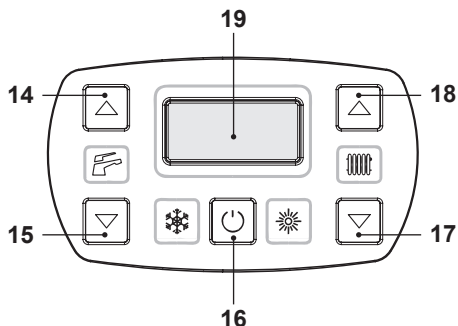
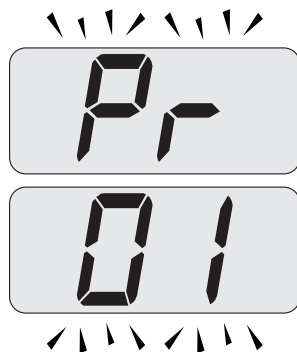

Figura 5.25
Figura 5.26
- Entrare in "modalità programmazione" premendo contemporaneamente per 10 secondi i tasti 16 - 17 - 18 (Figura 5.25) fino a far apparire sul display LCD le lettere **Pr** che si alternano con il codice **01**, indicanti l'entrata nel "parametro 01" (Figura 5.26).
- Premere contemporaneamente i tasti 16 e 17 (Figura 5.25) fino a far apparire sul display LCD il valore del parametro 01 (Figura 5.27).
- Premendo il tasto 16 (Figura 5.25) si ottiene la conferma del valore inserito.
- Premendo contemporaneamente i tasti 16 e 17 (Figura 5.25) si esce senza modificare il valore (ritorno alla lista parametri Figura 5.26).
- Premendo contemporaneamente per 10 secondi i tasti 16 - 17 - 18 (Figura 5.25) si esce dalla "modalità programmazione".
- Scorrere i vari parametri utilizzando i tasti 17 o 18 (Figura 5.25) fino a far apparire sul display LCD le lettere **Pr** che si alternano con il codice **08**, indicanti l'entrata nel "parametro 08" (Figura 5.28).
- Premere contemporaneamente i tasti 16 e 18 (Figura 5.25) fino a far apparire sul display LCD il valore del parametro **08** (**00**= Nessun Reset) (Figura 5.29).
- Premendo i tasti 16 e 17 (Figura 5.25) si esce senza modificare il valore.
- Premere i tasti 17 o 18 per scorrere i vari parametri fino a far apparire sul display LCD le lettere **Pr** che si alternano con il codice **01**, premere contemporaneamente i tasti 16 e 18 (Figura 5.25) fino a far apparire sul display LCD il valore del parametro **01** (Figura 5.30).